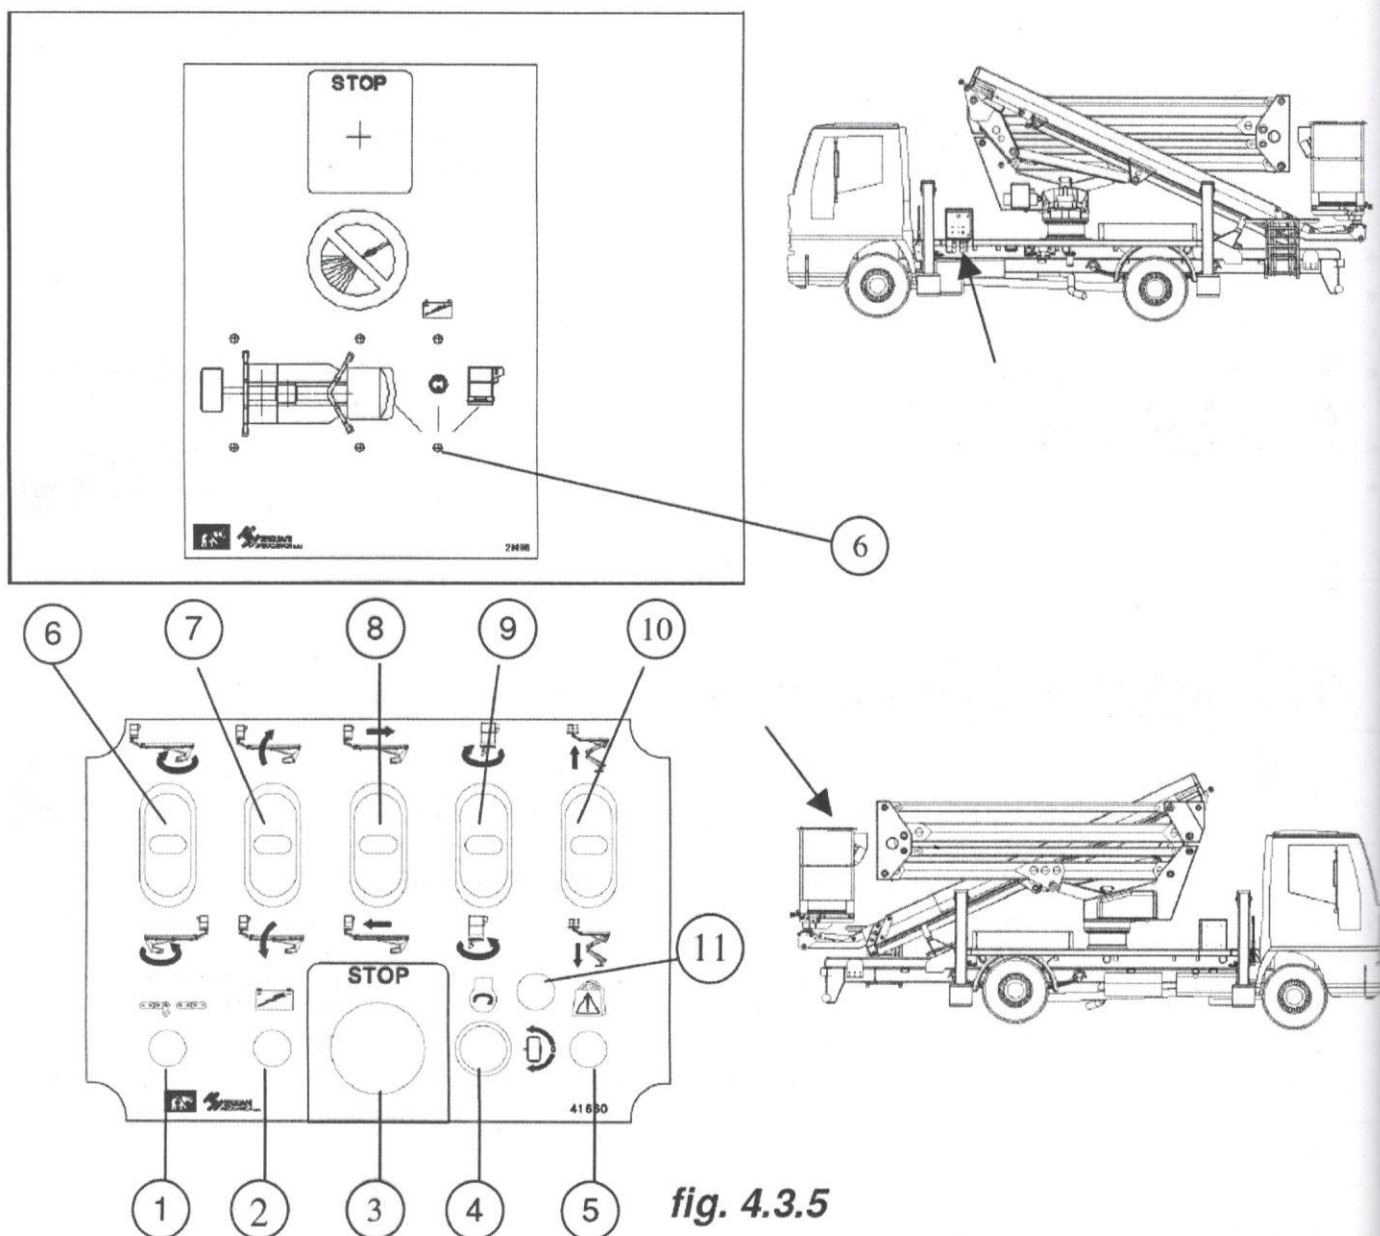

Рисунок 18.
- Поднятие стрелы до нужной позиции, плавно управляя рычагами (поз. 6-7-8-9-10 рис. 18), изменяет скорость.
Для того чтобы выключить двигатель после эксплуатации подъемника, нажмите экстренную кнопку остановки (поз. 3 рис.18). Двигатель отключится. Для того, чтобы заново завести двигатель, разблокируйте аварийную кнопку, повернув ее, а затем пусковую кнопку (поз. 2 рис.18).